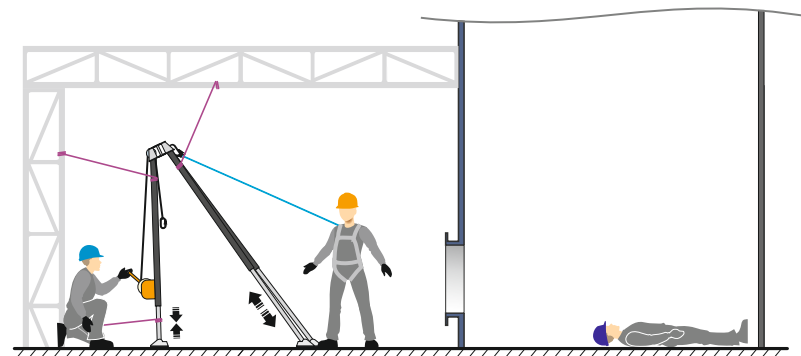

Рис. 15 Крепление треноги при помощи тросов.
5. Закрепите треногу при помощи тросов (рис. 15).
6. Отрегулировать опоры таким образом, чтобы опора, на которой планируется установка лебедки, была ниже остальных опор (рис. 15). Это необходимо для того, чтобы трос лебедки не перетирался о края бокового входа в ОЗП. Соединить опоры цепью, натянув её между ними и соединив звенья цепи при помощи карабина. В случае провисания цепи необходимо отрегулировать её натяжение.